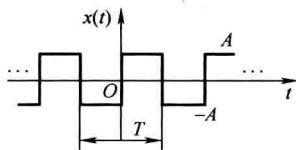

图1-2 例1-1波形
**【例1-1】** 求周期性非对称方波的傅里叶级数并画出频谱图,波形如图1-2所示。